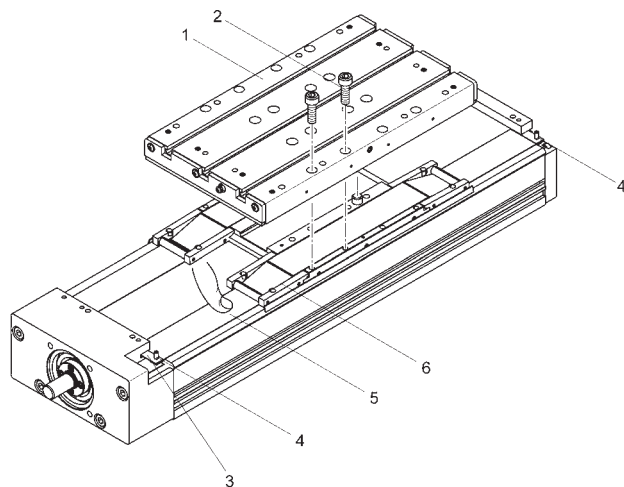

Figure 12
1. **Figure 12:** enlever les vis de fixation (2) du chariot (1) et soulever le chariot complet verticalement par le haut, avec précaution.